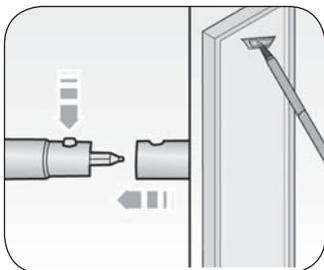

Fig. 11
Verlängerungsrohre (8) (Fig. 11)